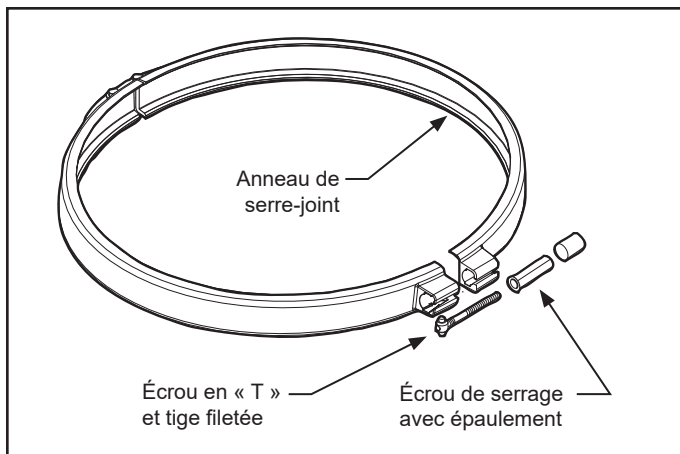

Figure 9. Anneau de serre-joint du filtre
- Placer l'ensemble écrou en « T » et tige fileté sur le serre-joint. S'assurer que l'écrou en « T » est placé sur le serre-joint selon l'orientation appropriée. Voir la Fig. 9.
- Utiliser une douille de 9/16 po sur l'écrou de serrage jusqu'à ce que les deux moitiés du serre-joint se touchent ou sont à 1/16 po l'une de l'autre, voir la Fig. 9, **mais ne pas trop serrer, car le serre-joint peut se briser.** S'il n'est pas possible de serrer, tel qu'indiqué, ne pas faire fonctionner le filtre et **faire venir immédiatement un technicien d'entretien.**
- Vérifier que le serre-joint du réservoir est correctement placé et serré Voir les fig. 9 et 10.